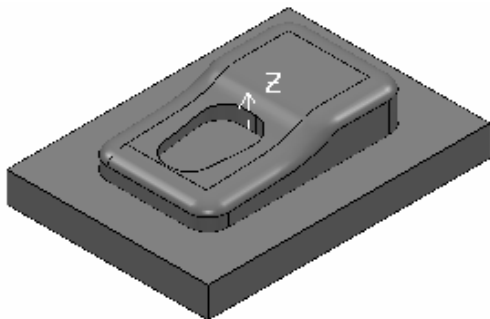

图 2-97 打开范例文件
2) 选择下拉菜单中的“文件”→“范例”命令,弹出“打开范例”对话框,选择“punch.dgk”(“随书光盘: \第2章\exercise5\uncompleted\punch.dgk”)文件,单击“打开”按钮即可,如图 2-97 所示。